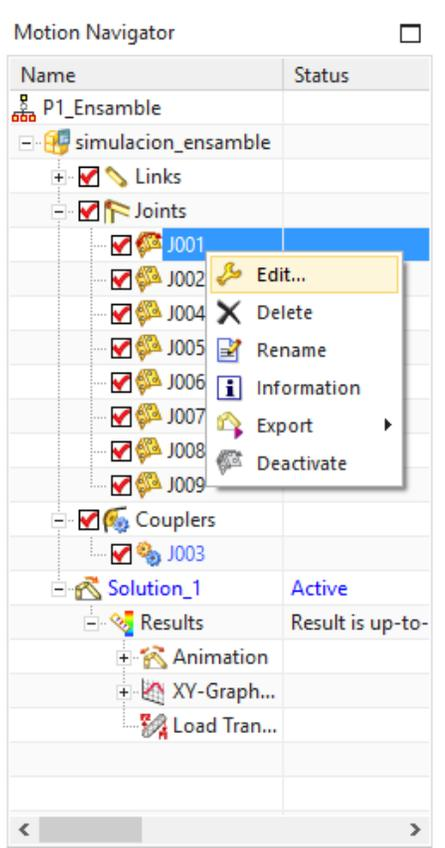
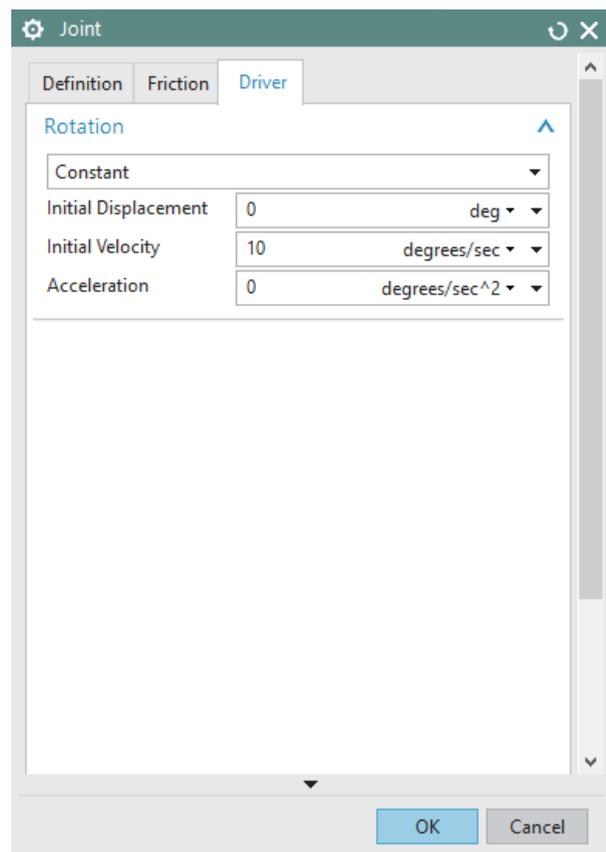

Figura 1.2.22 Click derecho en articulación J001.
Figura 1.2.23 Menú Joint, pestaña Driver.
- En barra de aplicaciones seleccionar la Joint J001 con click derecho y acceder a **Edit** (Figura 1.2.22), en la pestaña **Driver**, cambiar el valor de **Initial Velocity** a 10, luego en **Ok** (Figura 1.2.23).